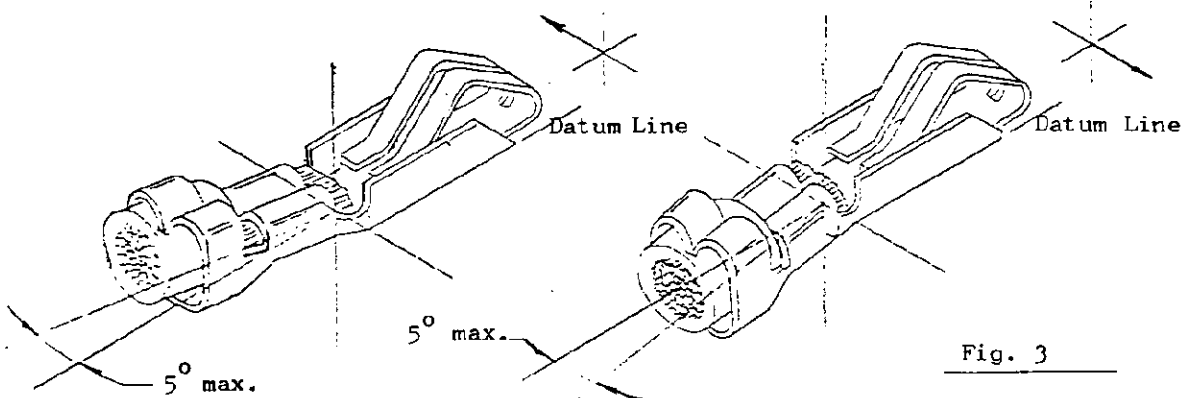

Fig. 3
- 3.1.3 Twisting 5° max. (Fig. 3)